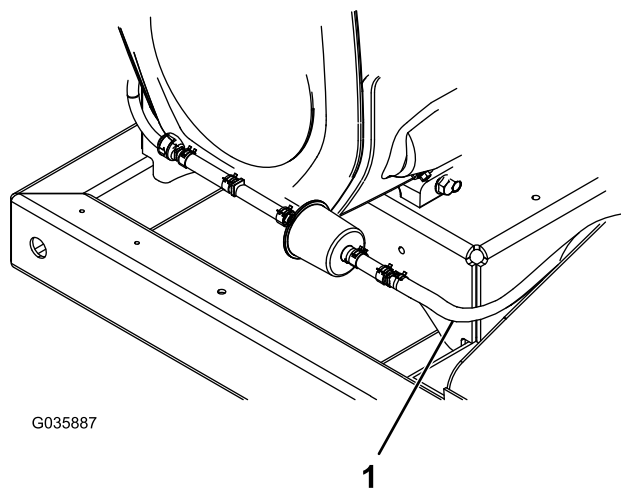

図 9
10. カーボンキャニスタにベントホースを取り付ける先ほど取り外したホースクランプを使用する 図 9。